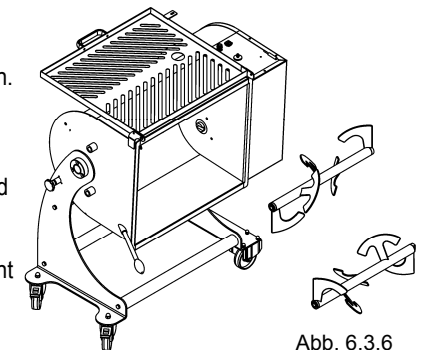

Abb. 6.3.6
- Es präsentiert sich nun eine glatte, einfach zu reinigende Oberfläche (Abb. 6.3.6). Die Maschine sorgfältig reinigen und wenn notwendig desinfizieren.